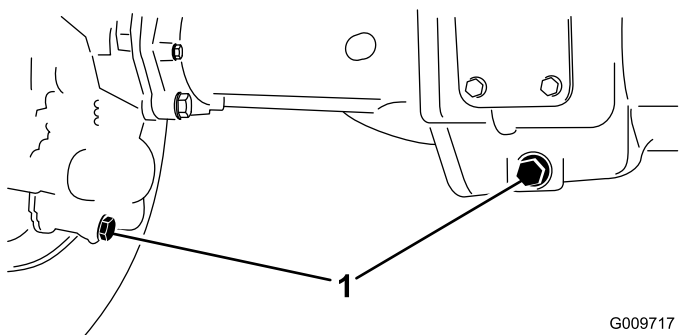

Figura 69
2. Limpie la zona alrededor de los tres tapones de vaciado, uno en cada extremo y uno en el centro (**Figura 69**).